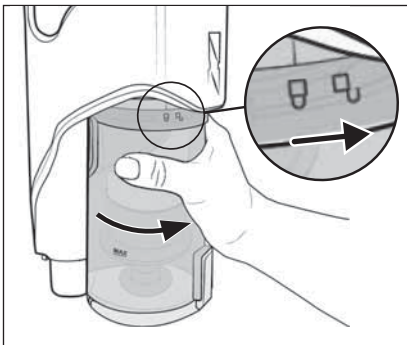

Abb. 25
- 8) Setzen Sie den Staubbehälter **7** wieder in das Gerät und drehen Sie ihn in Richtung des Symbols  (schließen), bis er fest im Gerät sitzt (siehe Abb. 25).